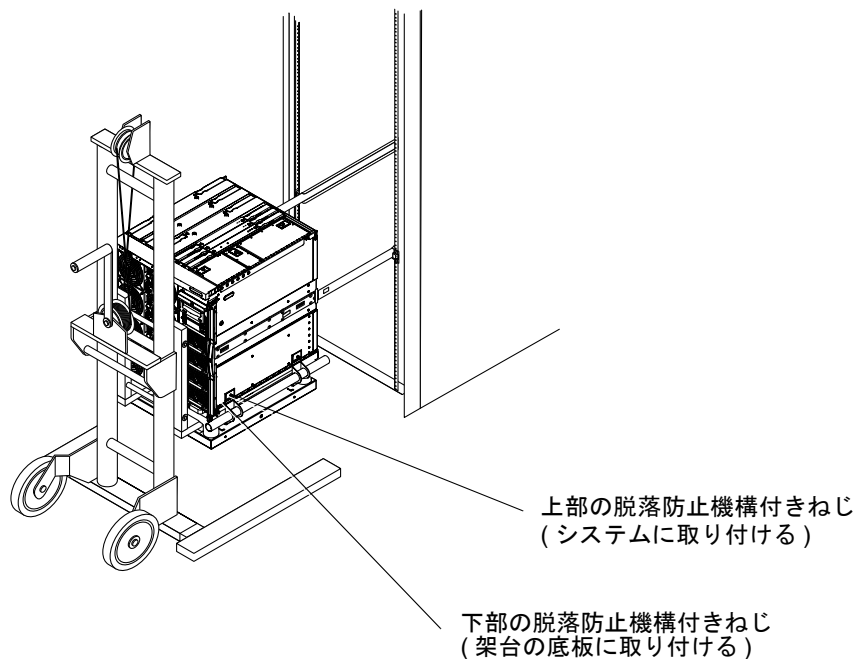

図 3-9 脱落防止機構付きねじの固定
8. 架台のハンドルがシステムの側面に触れるまで、ハンドルを内側にスライドさせます。8本の脱落防止機構付きねじをすべて締めます (図 3-9)。
5. リフターでシステムの重量を支えながら、キャビネットの外部スライドの高さまでシステムを持ち上げます (図 3-9)。
6. システムのスライドがキャビネットの外部スライドに完全にかみ合うまで、リフターを前方に慎重に移動させます (図 3-9)。
7. リフターでシステムの重量を支えながら、8本の脱落防止機構付きねじをすべて緩めます (図 3-9)。